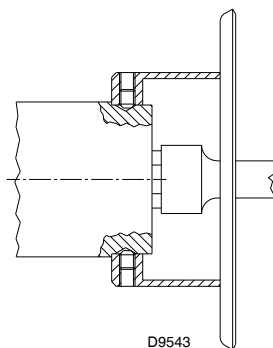

Fig. 15
- install the nozzle 1)(Fig. 15);